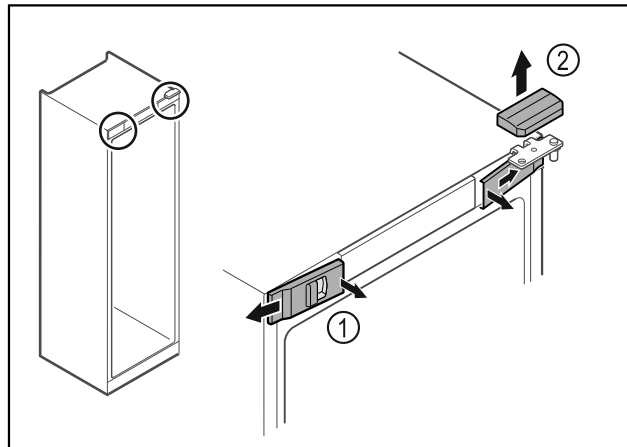

Fig. 15
- ▶ Передние крышки Fig. 15 (1) освободите от фиксации с внутренней стороны и отведите в сторону.
- ▶ Движением вверх снимите верхнюю крышку Fig. 15 (2).